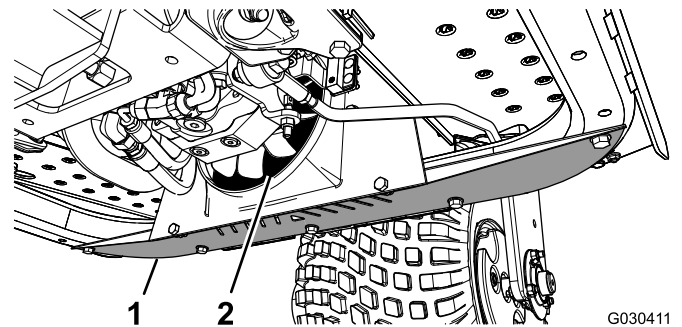

図 50
1. 下のシールドを外す 図 50。
2. 圧縮空気を使って、ファンの周囲についているごみやほこりを、裏側から吹いて除去する 図 50。